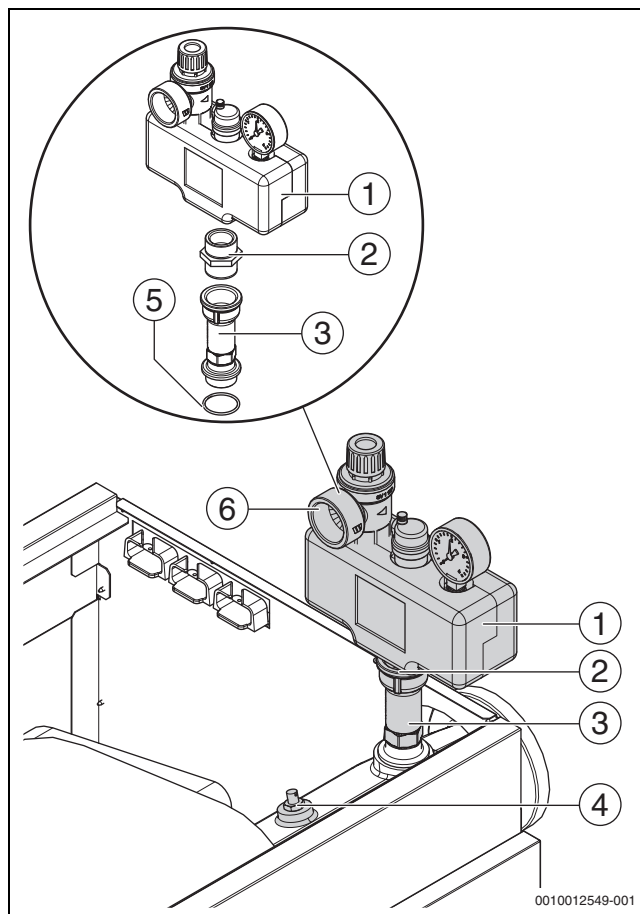

Fig. 17 Kit de sécurité 3 bars (illustration : version chaudière droite)
(→Fig. 17 et 18)
- ▶ Étanchéfier le set de sécurité sur le raccord fileté du départ chauffe-fuge avec un produit d'étanchéité approprié ou les joints livrés (→fig. 17).